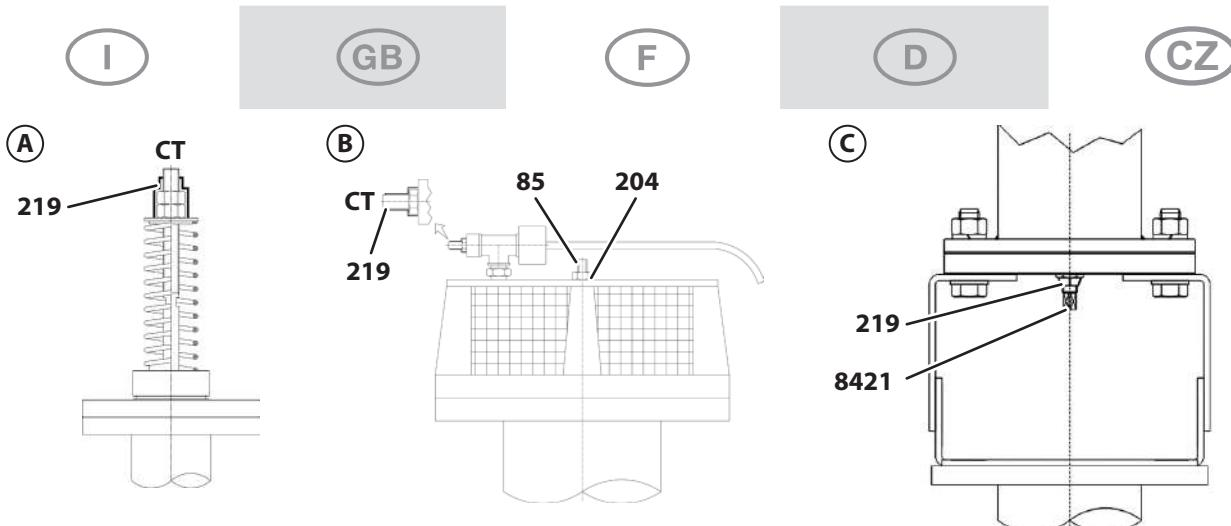

Fig.10
Se la valvola è dotata di sigillo nero CT (vedere Fig.10) è stata tarata in Robuschi. NON procedere all'operazione di taratura.
If the valve has a black CT seal (see Fig.10), it was set by Robuschi. DO NOT carry out the setting procedure.
Si la soupe-pape est dotée d'un scellé noir CT (voir Fig. 10), c'est qu'elle a été tarée par Robuschi. NE PAS procéder au tarage.
Wenn das Ventil über schwarze Plombierung CT (siehe Abb.10) verfügt, wurde es bei Robuschi geeicht. Eichen Sie es NICHT.
Pokud má ventil černou plombu CT (viz. Fig.10), bylo nastavení provedeno v Robuschi. Další nastavení v tom případě NEPROVÁDĚJTE.
7.4.1 Funzionamento in pressione /P e /C (valvola RVP)(Fig.10-A)
7.4.2 Funzionamento in pressione /P (valvola VSM /P)(Fig.10-B)
7.4.1 Pressure operation /P and /C (RVP valve)(Fig.10-A)
7.4.2 Pressure operation /P (VSM /P valve)(Fig.10-B)
7.4.1 Fonctionnement en pression /P et /C (vanne RVP) (Fig. 10-A)
7.4.2 Fonctionnement en pression /P (vanne VSM /P) (Fig. 10-B)
7.4.1 Druckbetrieb /P und /C (Ventil RVP) (Abb.10-A)
7.4.2 Druckbetrieb /P (Ventil VSM) (Abb.10-B)
7.4.1 Provoz za přetlaku /P a /C (pojišťovací ventil RVP)(Fig.10-A)
7.4.2 Provoz za přetlaku /P (ventil VSM /P) (Fig.10-B)
7.4.3 Funzionamento in vuoto /V (valvola RVV)(Fig.10-C)
7.4.3 Vacuum operation /V (RVV valve)(Fig.10-C)